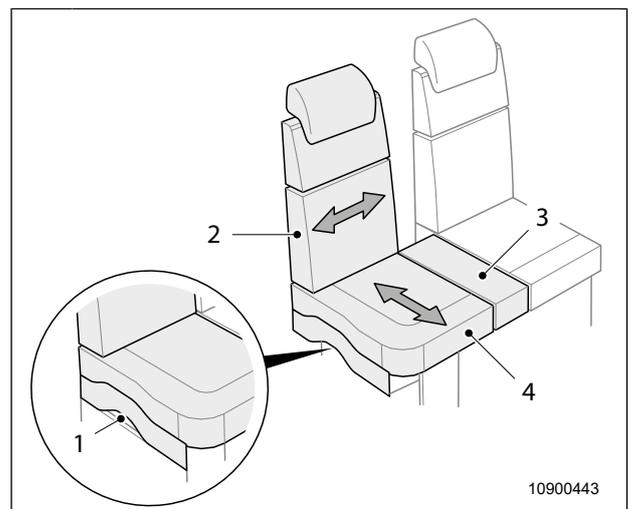

Abb. 21 Sitzbank
1. In die Öffnung (Abb. 21, Pos. 1) greifen und Griff nach oben ziehen.
2. Sitz (Abb. 21, Pos. 2) in Richtung Fahrzeuggang schieben.
3. Das Ausgleichspolster (Abb. 21, Pos. 3) zwischen die Sitze klemmen.
1. Das Ausgleichspolster (Abb. 21, Pos. 3) entfernen.
2. In die Öffnung (Abb. 21, Pos. 1) greifen und Griff nach oben ziehen.
3. Sitz (Abb. 21, Pos. 2) zurückschieben.
1. Das Sitzpolster der Sitzfläche (Abb. 21, Pos. 4) anheben.